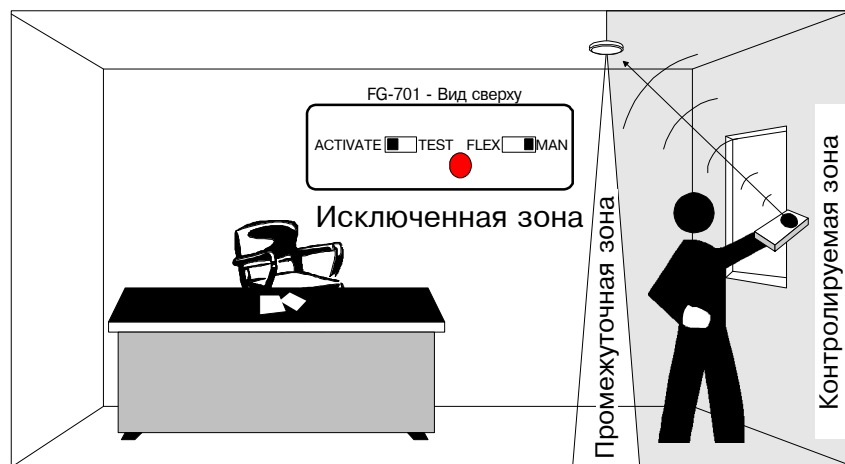

Рис. 16.
- Направьте имитатор разбивания стекла на извещатель и нажмите на красную кнопку запуска имитатора (см. рис. 16). Вы должны услышать серию щелчков, изданных имитатором и должен мигать зеленый светодиод, сигнализирующий о том, что извещатель находится в режиме тестирования.